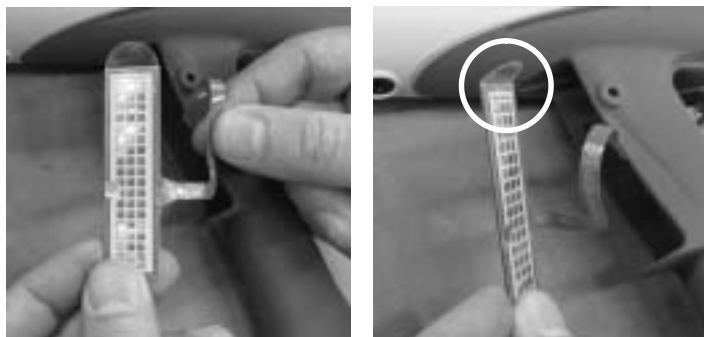

Figura 6-10 Installazione dell'interruttore dell'azionamento - Punto 3
3. Vedi figura 6-10. Raddrizzare il cavo a nastro, poi piegare la linguetta sopra l'interruttore di modo che sia perpendicolare all'interruttore.